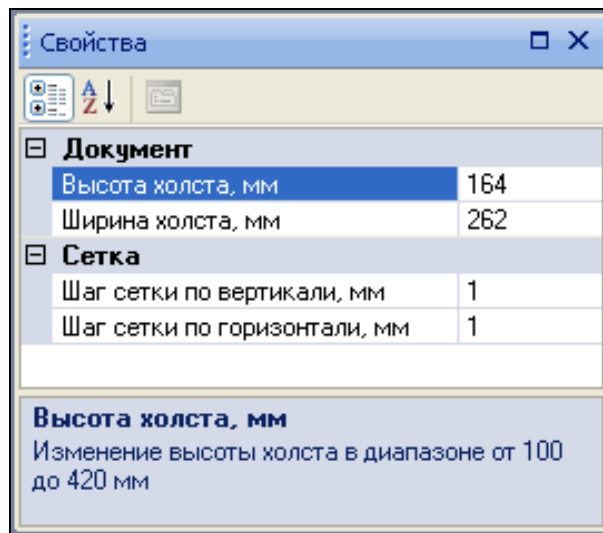

Рисунок 3.11 – Закладка «Свойства» с параметрами по умолчанию
4) **размеры холста (рабочего поля проекта) и шаг сетки (по вертикали и горизонтали)** пользователь может изменять для удобства размещения всех компонентов проекта. Необходимые цифры размеров указываются на закладке «Свойства», рисунок 3.11;